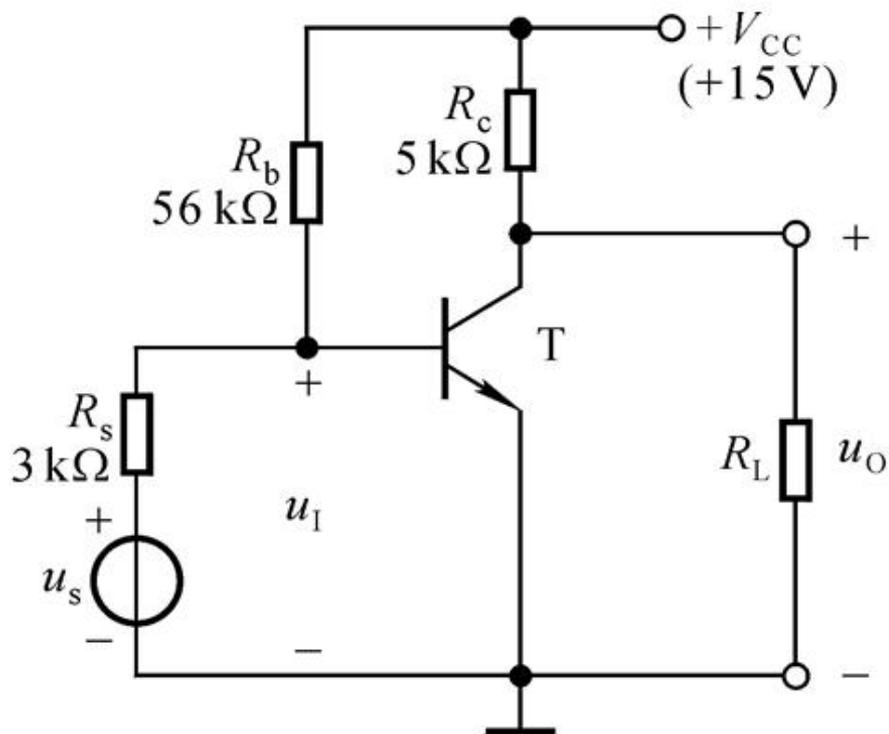

图 P2.7
2.7 电路如图 P2.7 所示，晶体管的 $\beta=80$ ， $r_{bb'}=100\ \Omega$ 。分别计算 $R_L=\infty$ 和 $R_L=3\text{k}\Omega$ 时的 Q 点、 \dot{A}_u 、 R_i 和 R_o 。